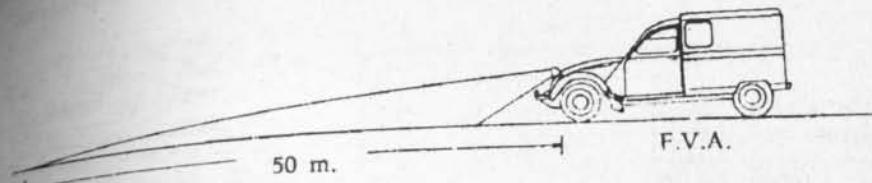

Fig. 4-17.— Regulación de luces bajas, entre 30 y 50 metros
**11. Enfoque de faros.**— Las luces o faros delanteros se regulan girando la perilla respectiva, ubicada bajo el tablero, a la izquierda del volante de dirección. Girando a la derecha la perilla se bajan los faros, acortando así el alcance del haz luminoso de las luces bajas, que deberán tener un alcance mínimo de 30 m. y máximo de 50 m. (Fig. 4-17). Cuando las luces bajas están correctamente reguladas, también lo estarán las luces largas, que en ningún caso podrán alumbrar muy alto, por el peligro de encandilar a los conductores que corren en sentido contrario. Cuando hay niebla, es conveniente circular con los faros regulados muy bajos.